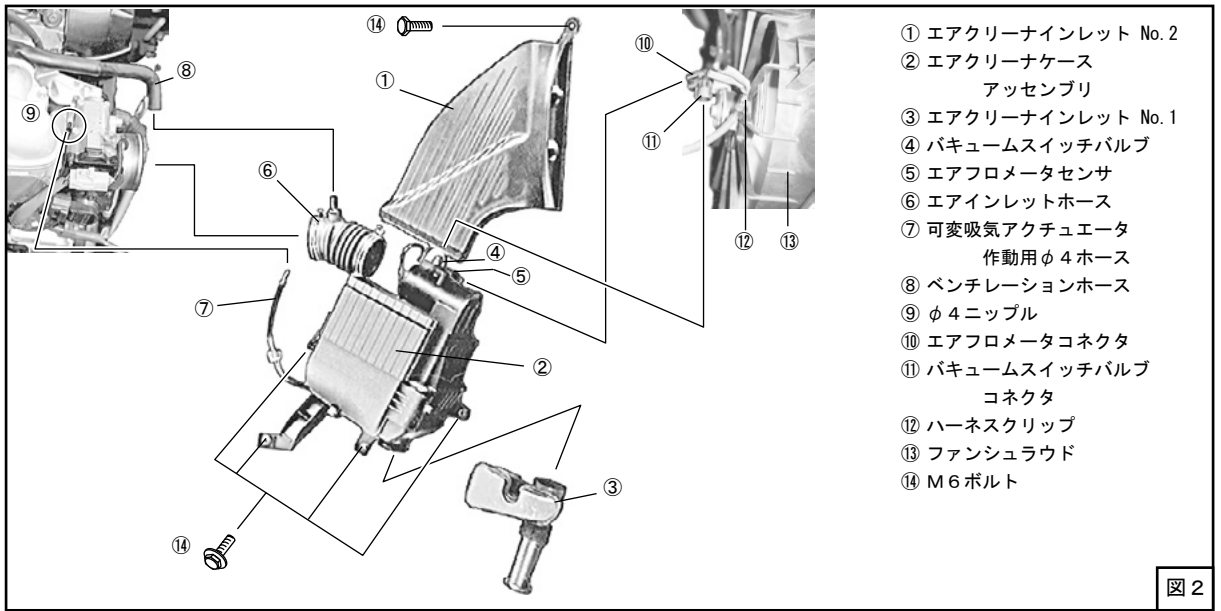

図 2
- (3) ベンチレーションホース、可変吸気アクチュエータ作用用φ4ホースを取外してください。(図1、図2)
- (4) エアフロメータ、パキュームスイッチバルブのコネクタを外し、ファンシュラウドに固定されているハーネスクリップを取外してください。(図2)
- (5) エアクリーナインレット No. 1、エアクリーナケースアッセンブリを固定している M 6 ボルトを取外してください。(図2)
- (6) エアインレットホースのホースバンドを緩め、エアクリーナケースアッセンブリ、エアクリーナインレット No.1、エアインレットホースを取外してください。(図2)
- (7) エアクリーナケースアッセンブリに取付けられているエアフロメータセンサを取外してください。